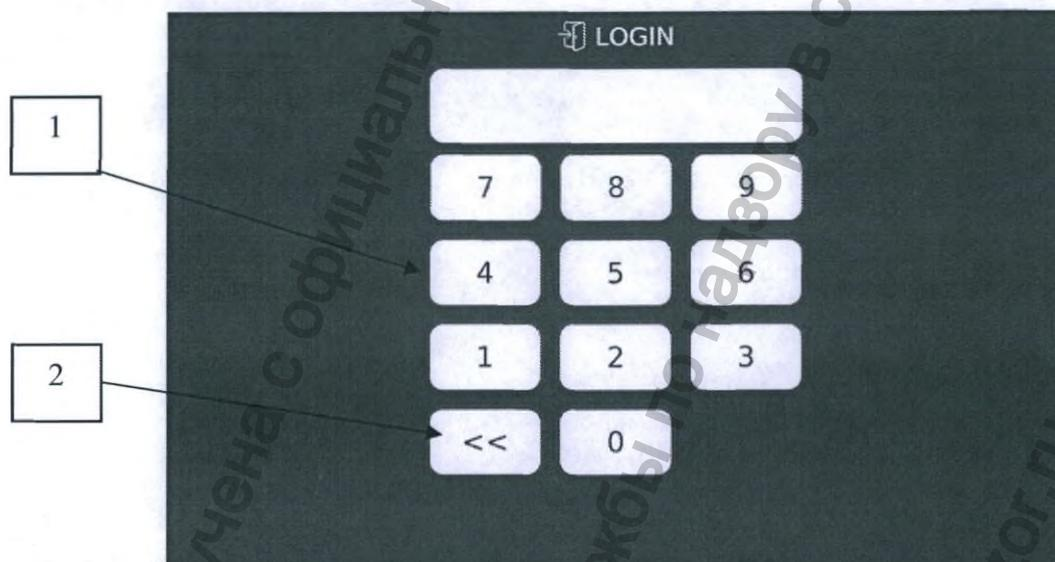

Рисунок 13. Экран ввода пароля
Для начала работы с Аппаратом введите пароль с помощью изображенной клавиатуры (1): **1234** на рис. 13.